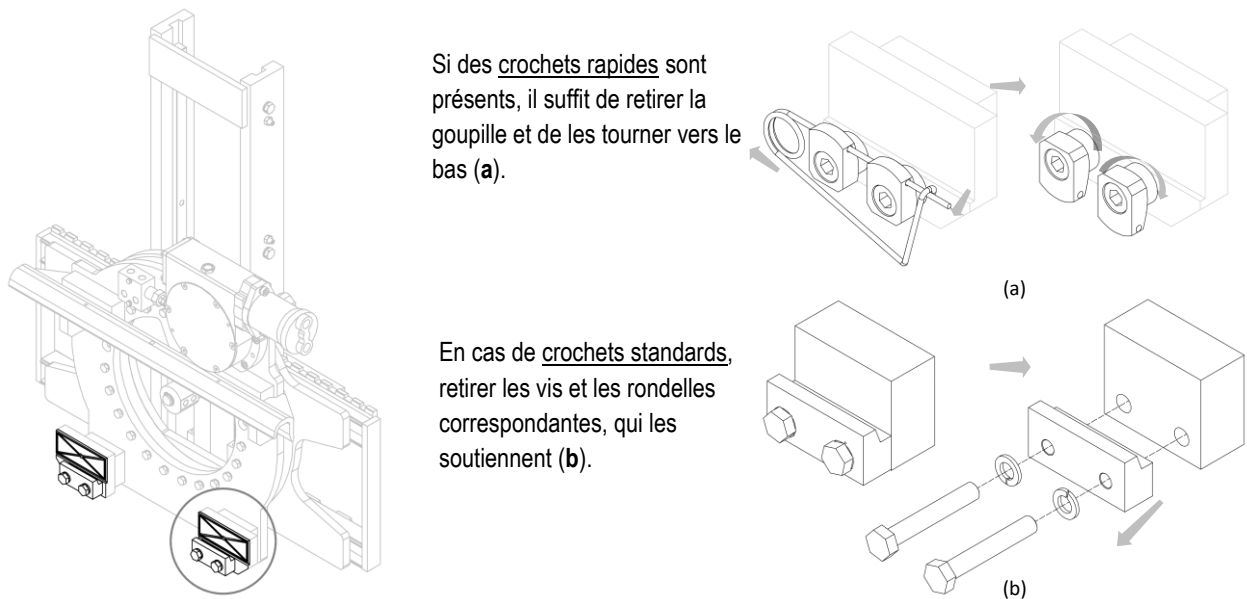

Figure 7
5. Retirer les crochets inférieurs de l'équipement et graisser les lardons de guidage (voir *Figure 7*).